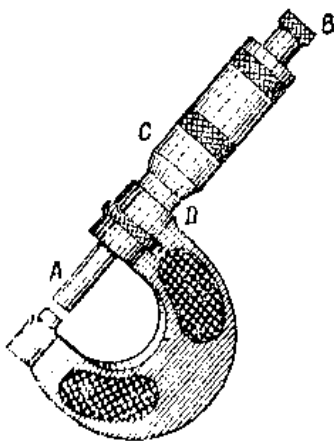

Рис. 3.
**Описание микрометра.** Микрометр (рис. 3) служит для измерений диаметра проволок, небольших толщин пластинок и т. п. Он имеет вид тисков, в которых измеряемый объект зажимается с помощью винта. Ход винта обыкновенно бывает равен 1 мм или 0,5 мм. На стержне винта  $A$  укреплен барабан  $C$  с нанесенной на нем шкалой, имеющей 50 или 25 делений. При зажатом винте нуль барабана стоит против нуля линейной шкалы  $D$ .